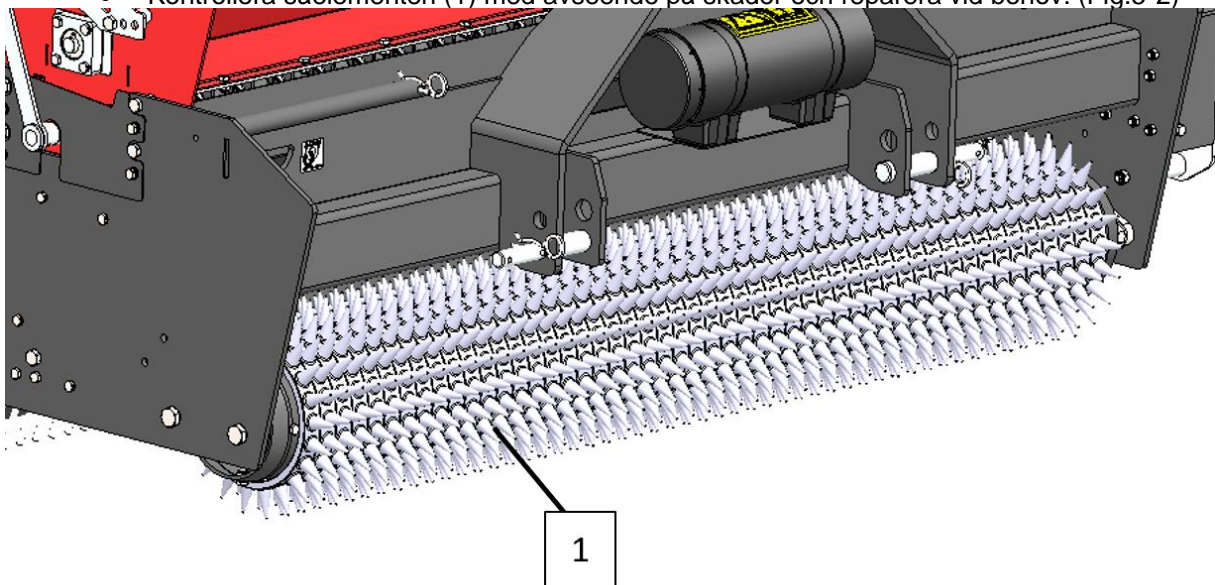

Fig.5-2
- Kontrollera såelementen (1) med avseende på skador och reparera vid behov. (Fig.5-2)